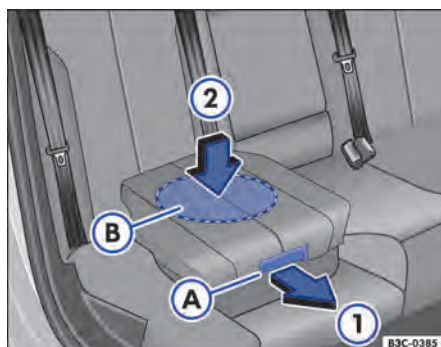

Fig. 95 Cadeira de criança integrada: rebater o estofamento do banco de volta.
- Pela alavanca de destravamento $\Rightarrow$ Fig. 95 A, puxar o estofamento do banco para frente no sentido da seta 1.
Ao rebater a cadeira de criança integrada de volta, pressionar somente no meio do estofamento do banco $\Rightarrow$ Fig. 95 2. Caso contrário, o estofamento do banco pode emperrar e não ser travado de maneira segura.